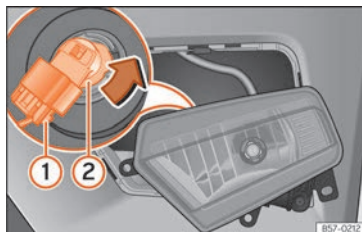

Fig. 113 Faro fendinebbia: smontaggio del supporto lampade
3. Rimuovere la griffa metallica situata nella parte superiore del faro fendinebbia tirando verso l'esterno del veicolo **③** **B** ed estrarre il faro fendinebbia.
4. Estrarre il connettore »» **fig. 113 ①** della lampada.
5. Ruotare il portalamпада »» **fig. 113 ②** verso sinistra e tirare.